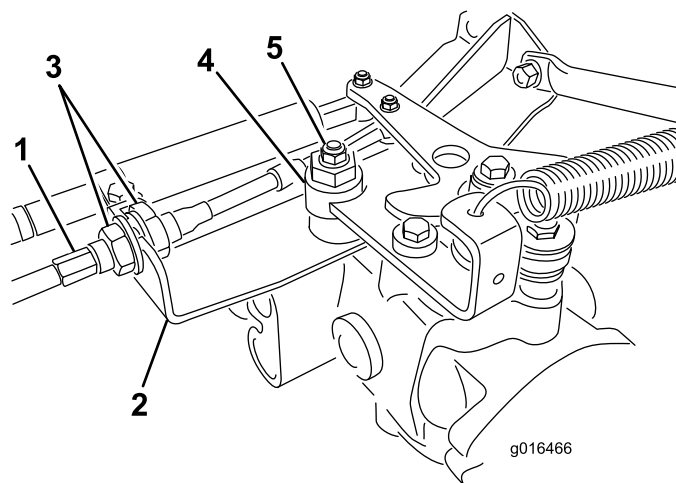

図42
- A. 走行ケーブルを油圧トランスミッションのバルクヘッドに取り付けているジャムナット図42を両方ともゆるめる。ジャムナットは調整ができるよう十分に、また均等にゆるめること。
- B. 偏芯ナットをトランスミッション上部に止めているナット図42をゆるめる。
- D. どちらにも車輪が回らないように偏芯ナットを回して調整する。調整ができたなら固定ナットを締める図42。スロットルSLOWおよびFAST位置で調整が正しいことを確認する。
を固定する図 42。ケーブルをねじらないように注意すること。